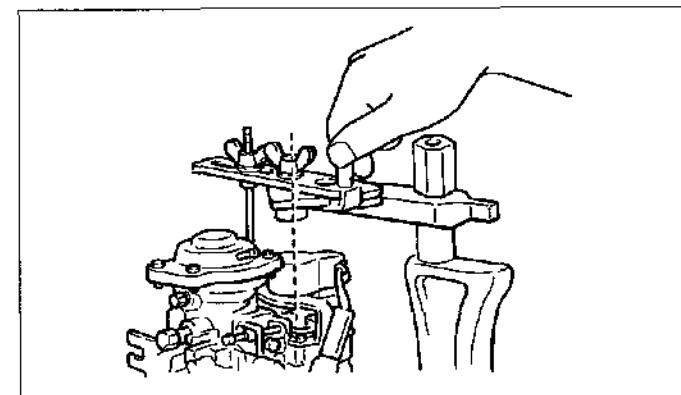

Figura 15-38
- (2) Instale el RPS y fije la palanca de ajuste mientras ajusta la velocidad de la bomba y la cantidad de inyección cambiando la palanca de ajuste desde la posición carga completa a la posición ralentí como se indica en las especificaciones de prueba. (Vea la figura.15-38)